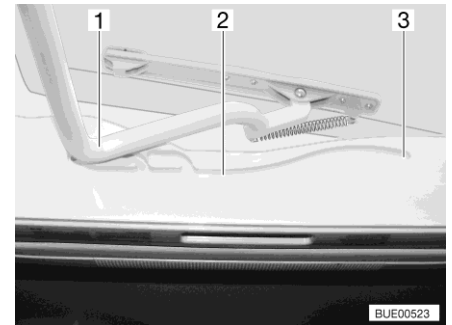

Bild 88 Spår (Heki-taklucka)
- Dra in bygeln (Bild 88,1) i spåren (Bild 88,2) till den bakersta positionen (Bild 88,3).
- Tryck bygeln (Bild 88,1) lätt uppåt med båda händerna.
- Drag bygeln till önskad position i spåret (Bild 88,2).